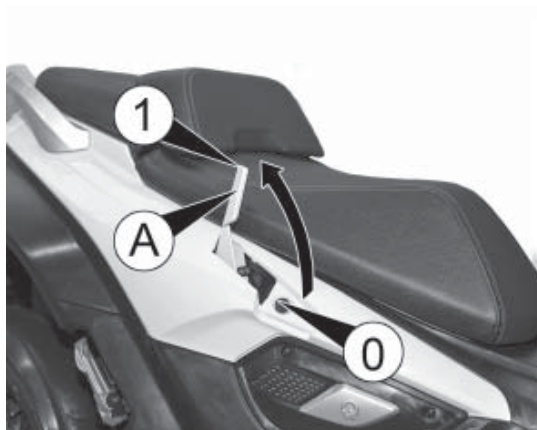

Abb. 7
- den Hebel A Abb. 7 der Feststellbremse auf der rechten Seite des Rollers von Position 0 in Position 1 drehen;